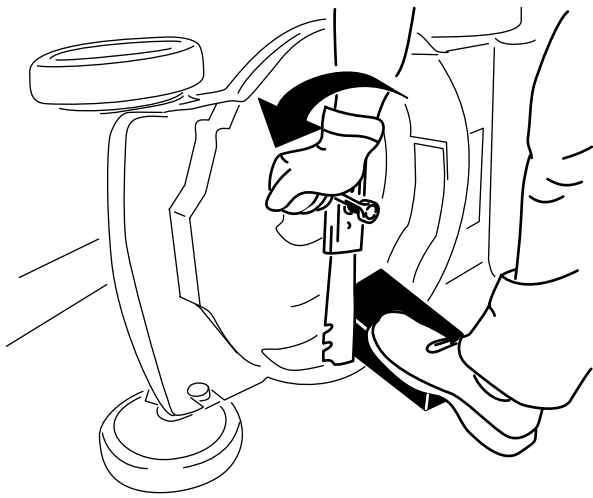

Bild 38
3. Stabilisieren Sie das Messer mit einem Holzblock (Bild 38).
4. Nehmen Sie das Messer ab und bewahren Sie alle Befestigungsschrauben auf (Bild 38).